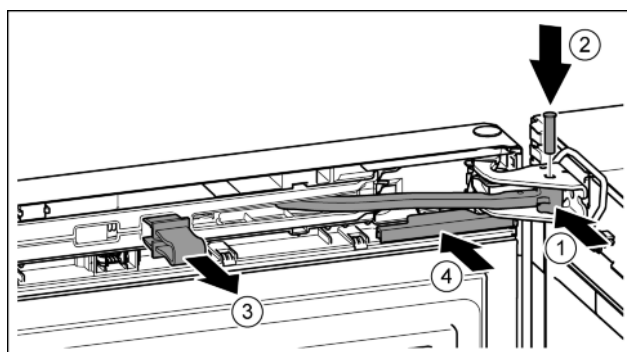

Fig. 48
- Pagrieziet šarnīru gultņa balstā. Fig. 48 (1)
- Ievietojiet tapu gultņa balstā un šarnīrā. Uzmaniet, lai aiztura izcilnis pareizi atrastos rievā. Fig. 48 (2)
- Noņemiet aizturi. Fig. 48 (3)
- Uzbīdīet pārsegu. Fig. 48 (4)